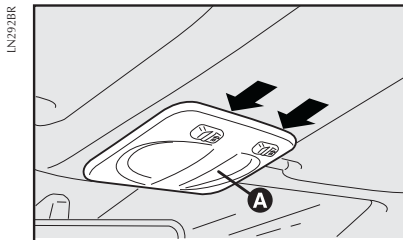
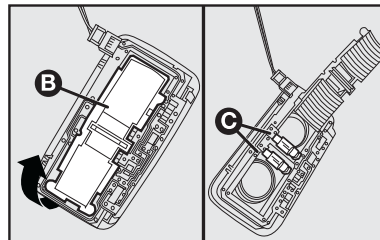

fig. 30
fig. 31
- Agir nos pontos indicados pelas setas e remover a plafoniera **A-fig. 30**;
- Substituir as lâmpadas **C-fig. 31** desvinculando-as dos contatos laterais e certificando-se de que as novas lâmpadas estejam corretamente bloqueadas entre os contatos;
- Fechar a portinhola **B-fig. 31** e fixar a plafoniera **A-fig. 30** no próprio alojamento, certificando-se do bloqueio.